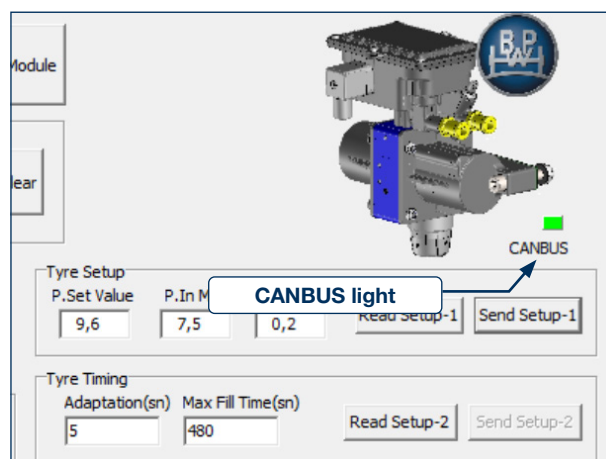

Bild 39
- [4] CAN-kommunikationen är konfigurerad när CANBUS-lampan blinkar (se bild 39).